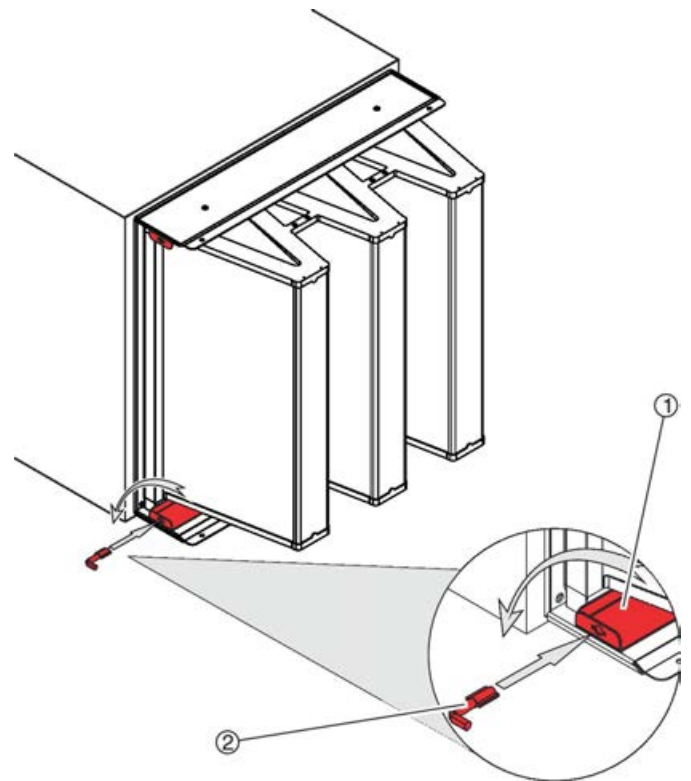

Abb. 23: Spezialschlüssel einsetzen
3. ▶ Den Spezialschlüssel ( Abb. 23 /2) in die vorgesehene Öffnung einer Spannschiene ( Abb. 23 /1) stecken und um 90° gegen den Uhrzeigersinn drehen.